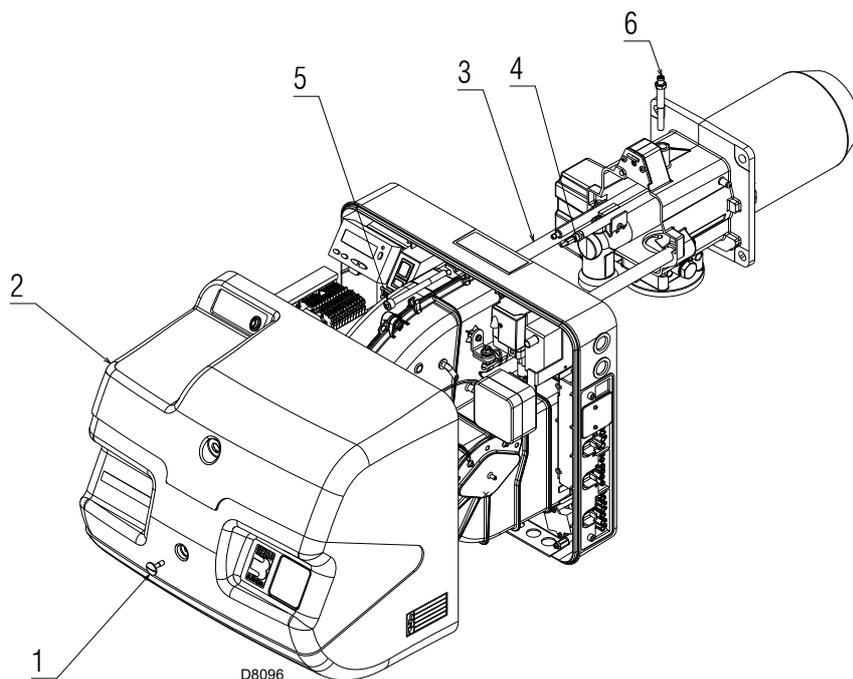

Fig. 40
- Allentare la vite 1)(Fig. 40) e togliere il cofano 2).
- Togliere la vite 5)(Fig. 40) ed arretrare il bruciatore sulle guide 3) per circa 100 mm.
- Avvitare la vite 5)(Fig. 40) e tirare delicatamente verso l'esterno i cavi di sonda ed elettrodo, fino a metterli in leggera tensione.